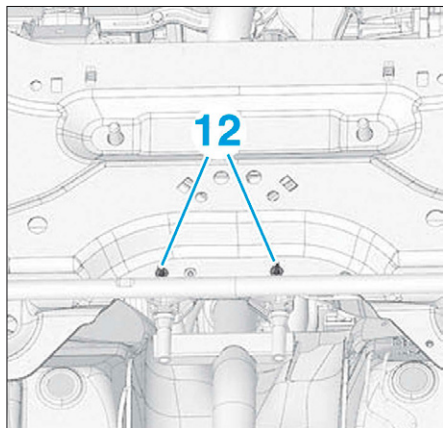

FIG. 30
- Déposer les écrous (12) et écarter le support d'échappement (Fig.30).